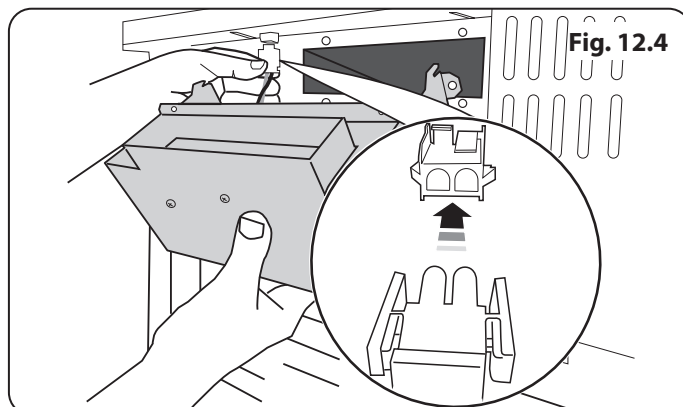

Fig. 12.4
2. La forma de la clavija molex debe coincidir con el enchufe. Conecte con cuidado la clavija molex al enchufe del conector molex **Fig. 12.4**.